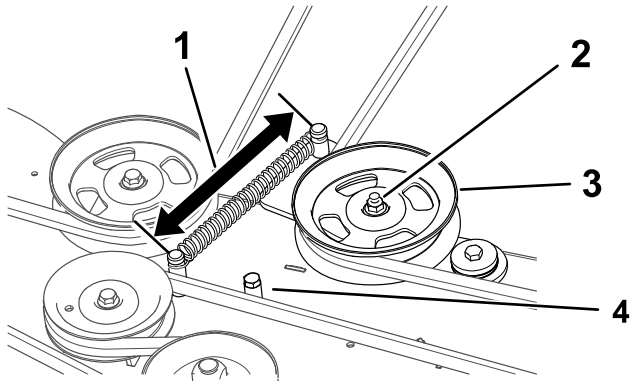

Figure 55
Si la longueur du ressort est inférieure à 15,2 cm (6 po) ou si le bras de la poulie de tension touche la butée de la poulie de tension, (montrée à la Figure 55, réglez le bras de la poulie de tension.
6. Serrez l'écrou (Figure 55).
4. Desserrez l'écrou de fixation de la poulie de tension (Figure 55).